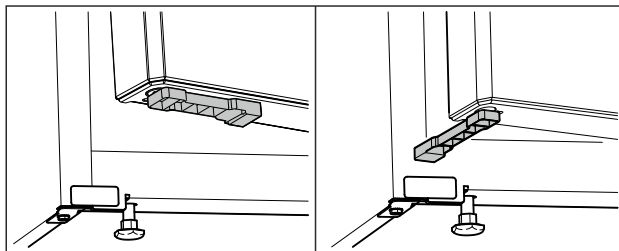

Fig. 69*
- Türabstandshalter um 90° drehen. (siehe Fig. 69) *